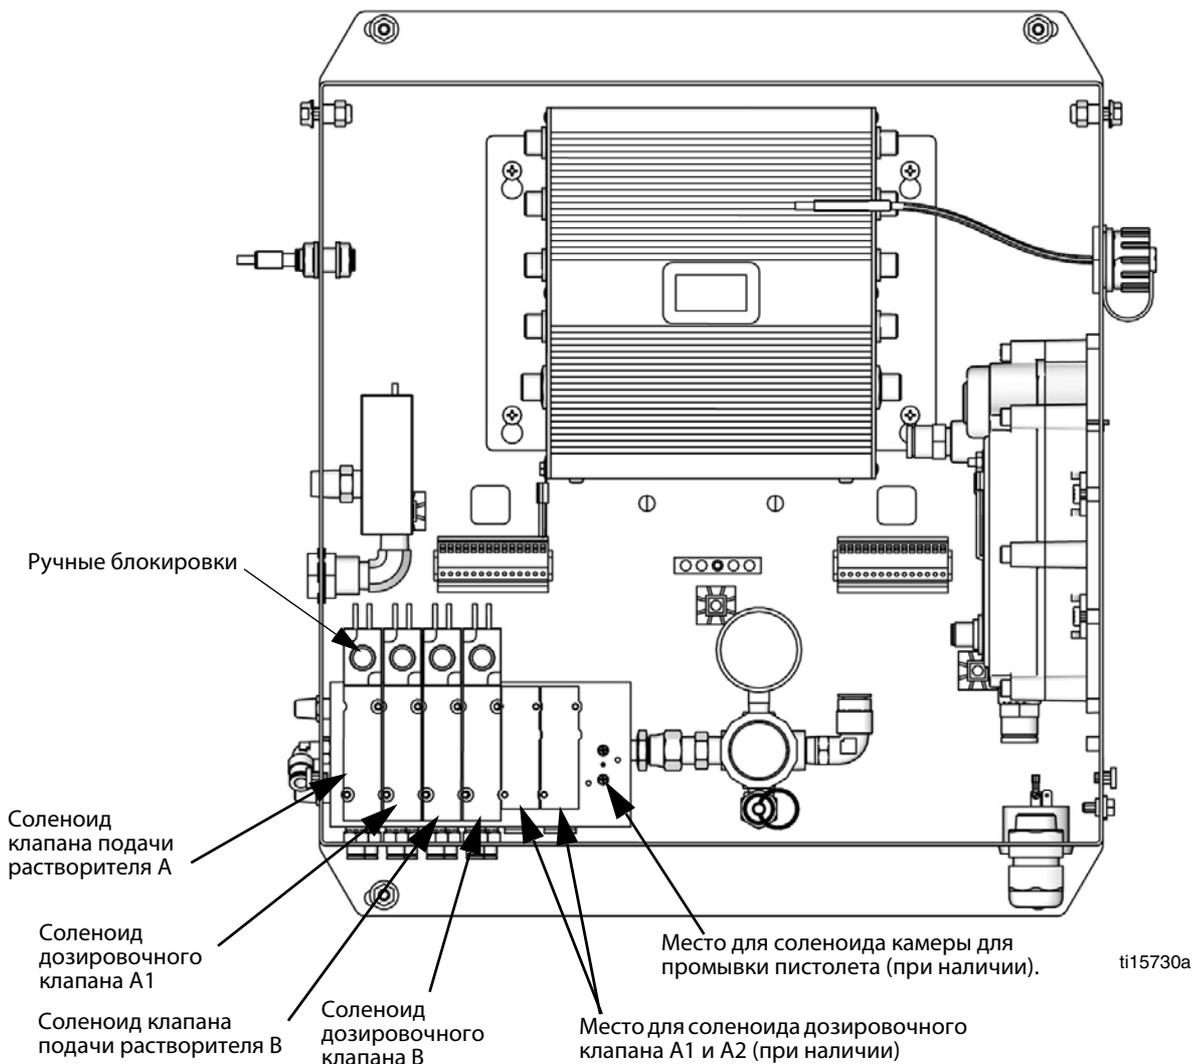

Рис. 22. Соленоидные клапаны в блоке управления
4. При нажатом курке пистолета установите ручную блокировку на соленоидах дозирующих клапанов A1 (A2, A3) и B, чтобы сбросить давление. См. Рис. 22.
7. При нажатом курке пистолета установите ручную блокировку на соленоидах клапанов подачи растворителя A и B, чтобы сбросить давление растворителя A и B, чтобы сбросить давление растворителя. См. Рис. 22. Удостоверьтесь в том, что давление растворителя упало до 0.